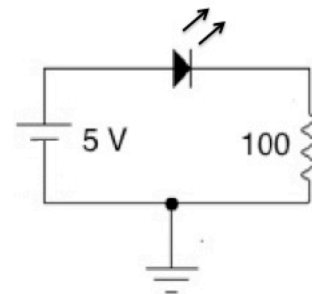

Figura 7. Circuito con diodo emisor de luz (led)
1. Construya el circuito en la figura 7 utilizando uno de los leds que se encuentran en el laboratorio. El ánodo corresponde al lado con la pata más larga y el lado plano es el cátodo.
2. De la forma en que está conectado el circuito en la figura 7, el LED no debe emitir luz. Intercambie las polaridades de la fuente y observe que el LED se enciende.